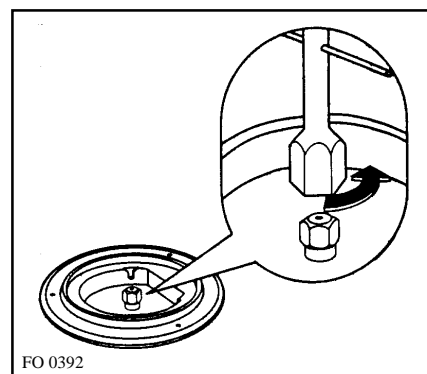

Fig. 16 FO 0392
- avec une clé douille de 7, dévissez les injecteurs (Fig. 16) et remplacez-les par ceux convenant au type de gaz utilisé (voir tableau "Caractéristiques générales").